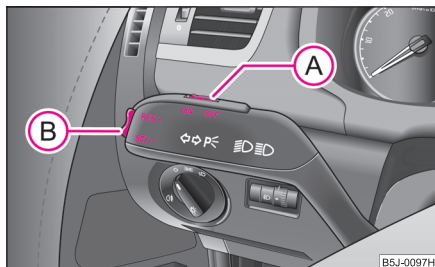

Fig. 105 Manette de commande: Interrupteur et bouton-poussoir du régulateur de vitesse
- Poussez le contacteur **(A)** ⇒ fig. 105 pour le mettre sur **ON**.
- Vous pouvez **augmenter** la vitesse mémorisée sans actionner la pédale d'accélérateur en appuyant sur l'interrupteur **(B)** ⇒ fig. 105 pour le mettre sur la position **RES+**. ▶
- Poussez le contacteur **(A)** ⇒ page 97, fig. 105 vers la droite sur la position **OFF**. ■